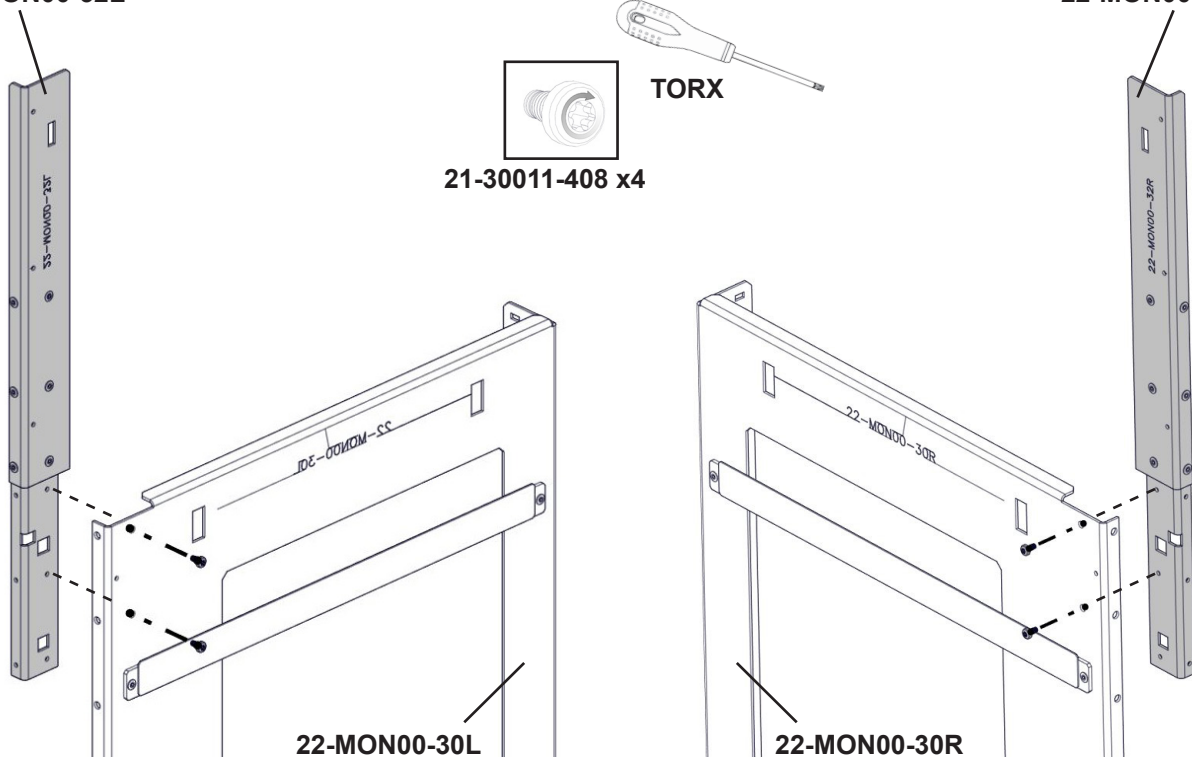

FIG 9b
**NB!** A. Avstand mellom sideplater kan justeres med å løsne og feste skruer vist i FIG 11-12. B. Platene kan finjusteres vertikalt med å løsne og feste skruer se FIG. 9b og 10 skru B på FIG 12 og ved å endre høyde på stål rammens føtter – Fig 9b.
B. Vertical position of plates can be changed by loosening and tightening screws shown on FIG 9b-10, screw B on FIG 12 and by changing height of skeleton feet - FIG 9b.
**Obs!** A. Avståndet mellan sidoplattorna kan finjusteras genom lossning och åtdragning av skruvarna, se fig. 11 till 12. B. Plattornas vertikalläge kan finjusteras genom lossning och åtdragning av skruvarna, se fig. 9b och 10, skruv B i fig. 12 samt genom höjjustering av stommens fötter, se fig. 9b.
**Achtung!** A. Um die Abstände zwischen den Seitenplatten anzupassen, können die Schrauben auf Abb. 11-12 gelockert oder angezogen werden. B. Um die vertikale Plattenposition zu ändern, können die Schrauben auf Abb. 9b-10 und Schraube B auf Abb. 12 gelockert oder angezogen werden. Außerdem kann die Höhe der Rahmenfüße angepasst werden (Abb. 9b).
**Attention!** A. La distance entre les plaques latérales peut être réglée en desserrant et en serrant les vis indiquées sur les Fig. 11 à 12. B. La position verticale des plaques peut être modifiée en desserrant et en serrant les vis indiquées sur les Fig. 9b-10, la vis B sur la Fig. 12 et en changeant la hauteur des pieds de l'ossature - Fig. 9b.